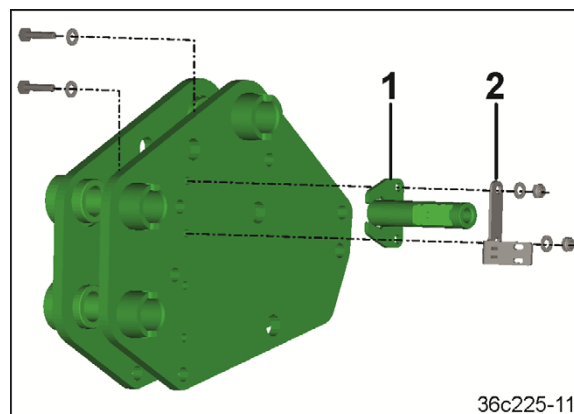

Рис. 108
2. Привинтите крепление (Рис. 108/1) и держатель датчика (Рис. 108/2) к верхней точке сцепки.